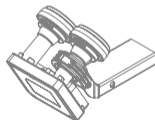

Fig. 2
2. Ustaw właściwy kąt skrętu konwertera, obracając konwerter w uchwycie w kierunku zgodnym lub przeciwnym do ruchu wskazówek zegara: kąt skrętu konwertera (K) jest zależny od miejsca instalacji anteny satelitarnej i satelity, który ma być odbierany. Przykładowo do odbioru Hotbird 13°E w Warszawie, wynosi on 6° zgodnie z ruchem przeciwnym do ruchu wskazówek zegara. Dokładną regulację ustawienia kąta skrętu, należy wykonać posługując się miernikiem sygnału satelitarnego lub wskazaniem pomiaru sygnału z dekodera (Rys. 2).